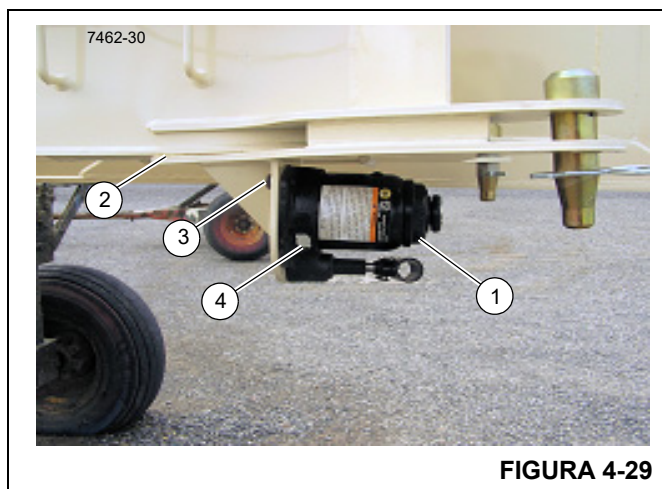

FIGURA 4-29
Remova o macaco (1, Figura 4-29) da lança do jib (2) removendo os três parafusos e arruelas lisas (3, Figura 4-29).
1. Com a guia completamente abaixada e o pistão pressionado, coloque o macaco em sua posição nivelada vertical e remova o bujão de enchimento de óleo (4, Figura 4-29).
2. Para drenar o óleo, remova o bujão de enchimento (4, Figura 4-29).